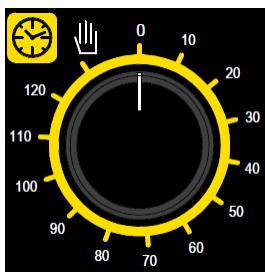

Рис. 3
**Программирование времени приготовления** – Запуск в работу печи осуществляется поворачивая рукоятку программирующего устройства (Рис. 3) в соответствии с символом (постоянная работа) или в соответствии с временем, выбранным для приготовления (вплоть до 120 минут); во втором случае конец приготовления отмечается автоматическим выключением печи.